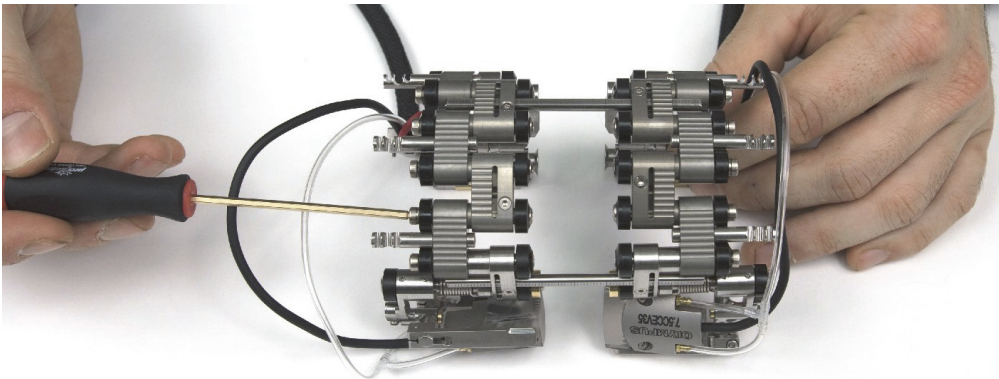

Figure 2-19 Desserrage des maillons
2. Desserrez d'un tour les vis pivots des maillons femelles et, au besoin, des demi-maillons et des maillons moyens (voir la Figure 2-19 à la page 48).